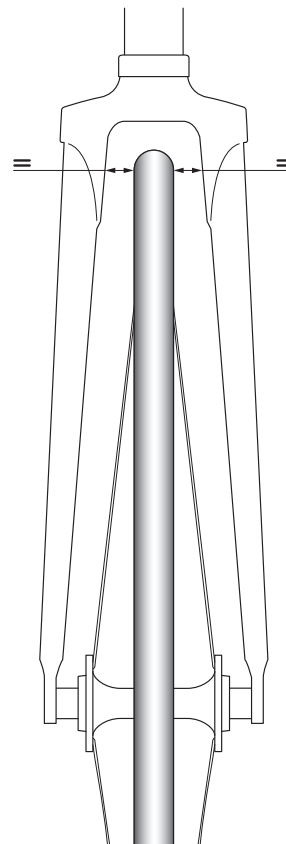

Fig. 19
- Compruebe que la rueda esté bien centrada con respecto a las vainas del cuadro o la horquilla (Fig. 19).